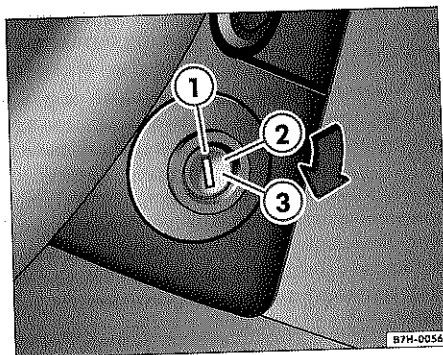

Fig. 92 Posiciones de la llave de contacto
En la posición ⇒ fig. 92 ① el encendido está desconectado y se puede bloquear la dirección.